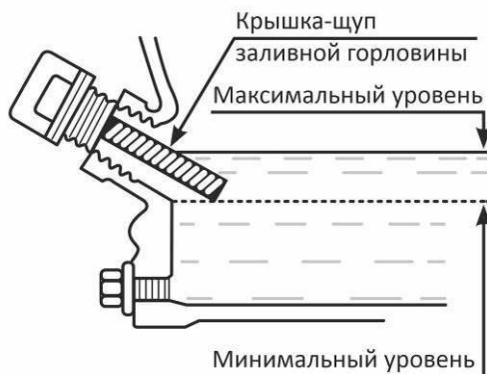

Рис. 11. Определение уровня масла в картере
1. Открутите и извлеките крышку-щуп маслосаливной горловины (Рис. 11).